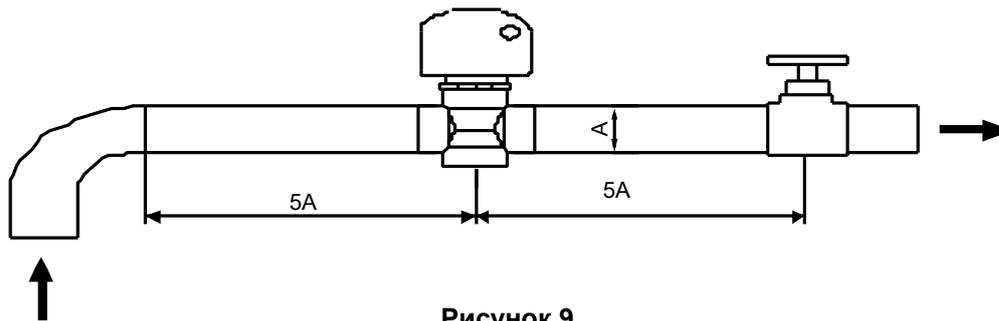

Рисунок 9
- При перемещении не следует использовать для подвешивания трубы подвода и отвода воды, можно использовать только отверстия на балке основания, см. рис. 9.